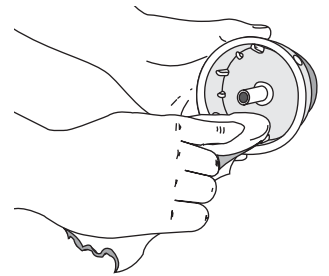

Fig. 16
4. Nettoyez le moulinet intérieur, le ressort, et l'arbre et la surface interne de la bobine extérieure à l'aide d'un tissu propre (Fig. 16).